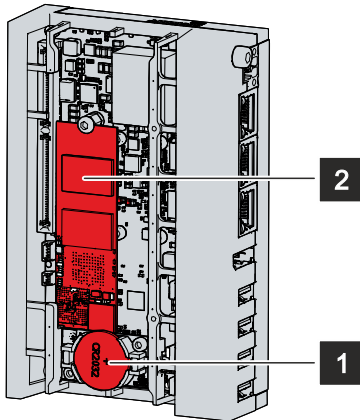

Abb. 24: Batterie und Speichermedien
⇒ Die Batterie steht jetzt in einer schrägen Position (siehe Abb. 24).
5. Drücken Sie die hochstehende Seite der Batterie nach unten in den Batteriehalter (siehe Abb. 24).